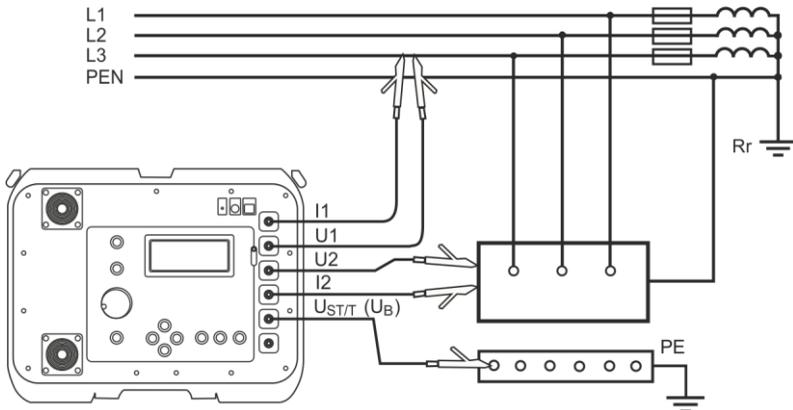
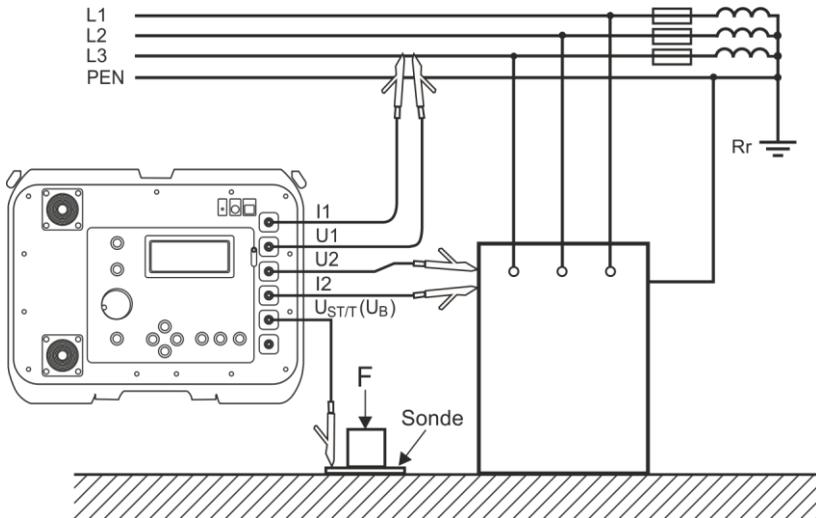

Abb. 14 Messen der Berührungsspannung U_{ST}
Abb.15 Messen der Berührungsschlagspannung U_T
- Verbinden Sie die Messleitungen gemäß Abb. 14 oder Abb.15:
Die Messung der Berührungsschlagspannung nach Einbezug eines internen Widerstandes von 1 k Ω zwischen den Anschlüssen U_2 und $U_{ST/T}$ (U_B) durchgeführt. Dieser simuliert den Widerstand des menschlichen Körpers, während der Anschluss $U_{ST/T}$ (U_B) die menschliche Verbindung zur Erde (Abb.15) darstellt. Die Eigenschaften des Widerstandes und die entsprechende Last sind durch die relevanten Normen festgelegt.